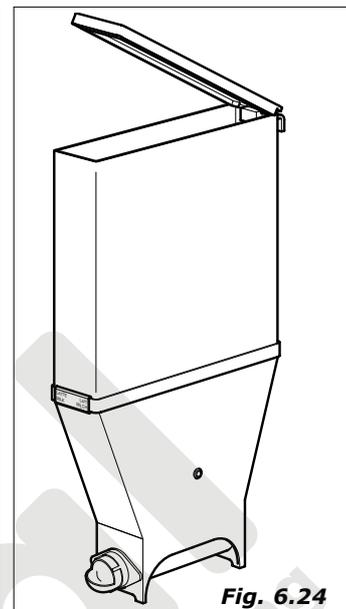

Fig. 6.24
- desmontar las tapas y rampas de producto (Fig.6.24). Sumergir todo en la solución anteriormente preparada